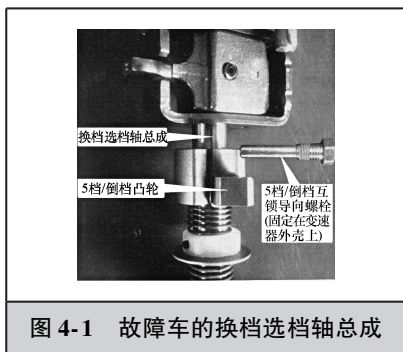
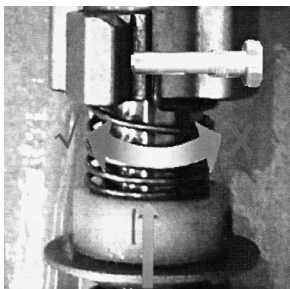

图 4-1 故障车的换档选档轴总成
图 4-2 故障车的换档选档轴只能顺时针而不能逆时针转动
(1) 故障现象 一辆长安奥拓手动变速器新车，仅行驶了 10km，出现无法挂入倒档，但其他档位能正常挂档、摘档，而且挂入后能行驶正常。
(2) 故障诊断 首先验证故障现象，发现上述故障确实存在。接着检查换档操纵杆总成及相关部件，未发现明显异常。拆下变速器总成后进行解体，检查倒档换档杆分总成、5 档和倒档换档选档轴总成、倒档齿轮总成及与之啮合的齿轮，也均无明显异常。重新组装变速器，直接用手操作换档选档轴，发现 1~5 档挂档正常，但倒档挂不上（推不动）。拆除换档选档轴总成后检查 5 档、倒档换档轴，以及拨叉的位置，正常。继续试验发现，当用一字旋具推动拨叉后可以顺利挂入倒档。因此将故障点锁定为换档选档轴总成。仔细检查换档选档轴总成，发现凸轮导向弹簧挂钩挂在 5 档/倒档凸轮上的位置不对，如图 4-1 所示，导致倒档无法挂入。
(3) 故障排除 将凸轮导向弹簧挂钩挂在正确位置后装回变速器试车，各档挂档、摘档顺畅，变速器工作正常，上述故障排除。
(4) 故障分析 分析该车变速器不能挂入倒档的原因。正常情况下,当选档杆从空档向5档及倒档方向移动(换档选档轴向上移动),5档/倒档凸轮会受到倒档互锁导向螺栓的限制。当换档选档轴继续向上移动,凸轮导向弹簧被压缩,直至选换挡拨块正对着5档/倒档拨叉缺口,此时换档选档轴可以顺时针(从上看)或逆时针转动,也就是能进入5档或倒档。而故障车的换档选档轴只能顺时针而不能逆时针转动,如图4-2所示。假如凸轮导向弹簧挂钩的安装位置不正确,当选档杆向5档/倒档方向移动(换档选档轴向上移动),5档/倒档凸轮避开倒档互锁导向螺栓限制直到换档选档轴向上移动到位,移动过程中倒档互锁导向螺栓前端始终正对5档/倒档凸轮的侧面,换档选档轴只能顺时针而不能逆时针转动(也就是变速器只能进入5档而不能进入倒档)。当变速杆置于5档及倒档中间位置时,换档选档轴向上移动,因5档/倒档凸轮顺时针转动错位一个角度,倒档互锁导向螺栓没起到限位作用,5档/倒档凸轮可直接上升,因倒档互锁导向螺栓顶在其侧面,故而换档选档轴只能顺时针旋转不能逆时针旋转,具体表现就是变速器只能进入5档而不能进入倒档。